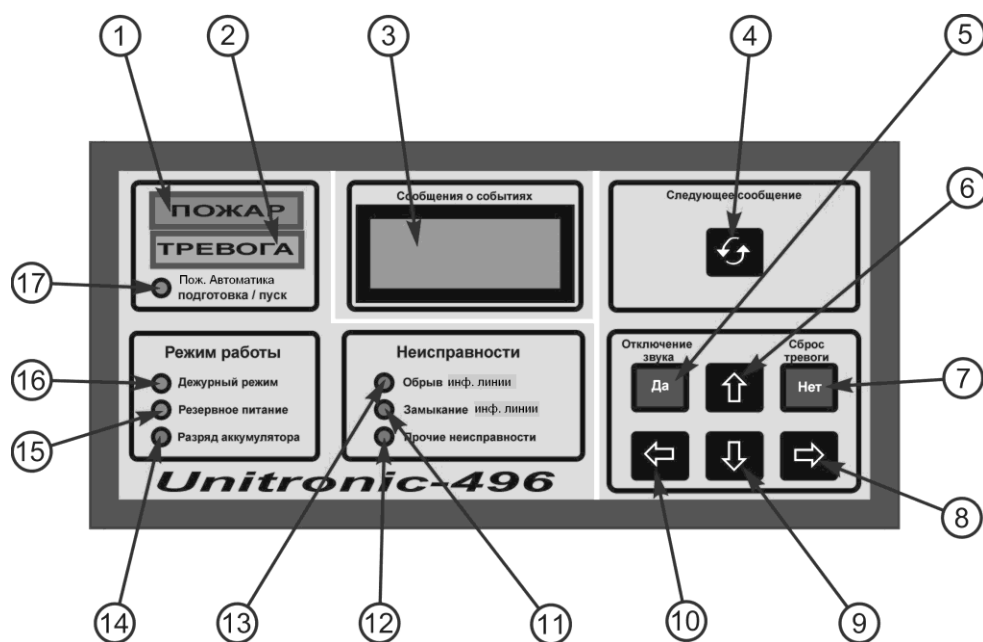

Рис. 1. Органы управления и индикации АПКП.
1.7. Органы управления и индикации АПКП показаны на рис. 1.